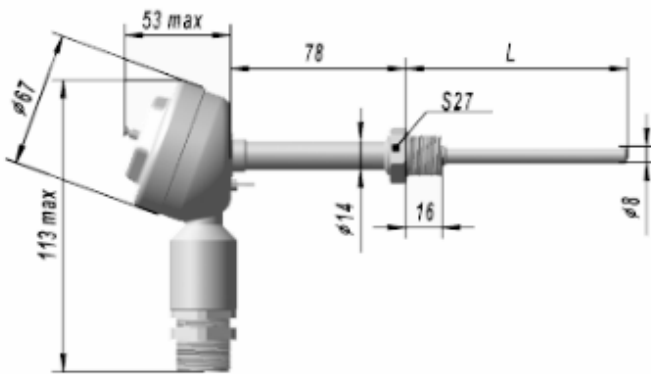

Рис.3
- рис.3, 4	неподвижный штуцер М20х1,5